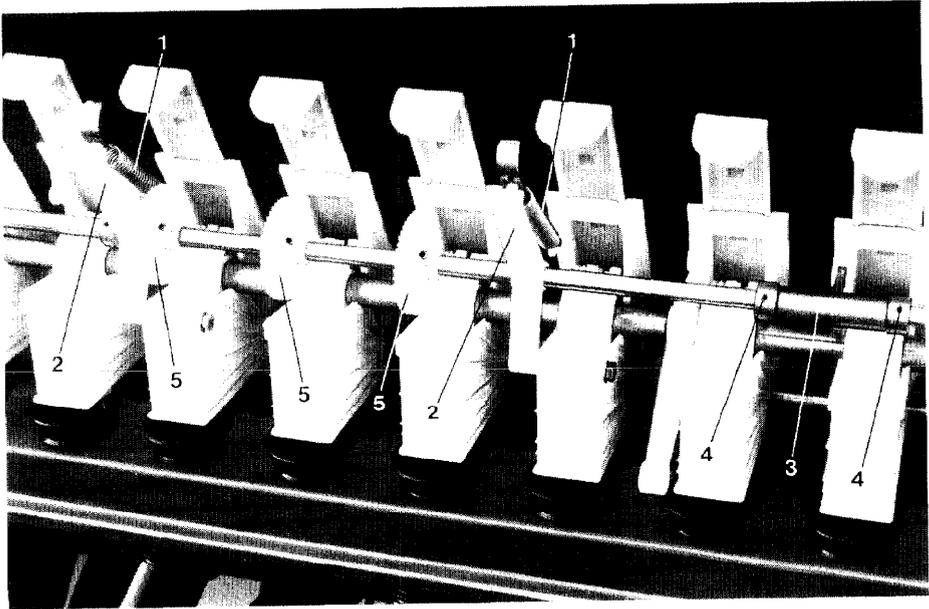
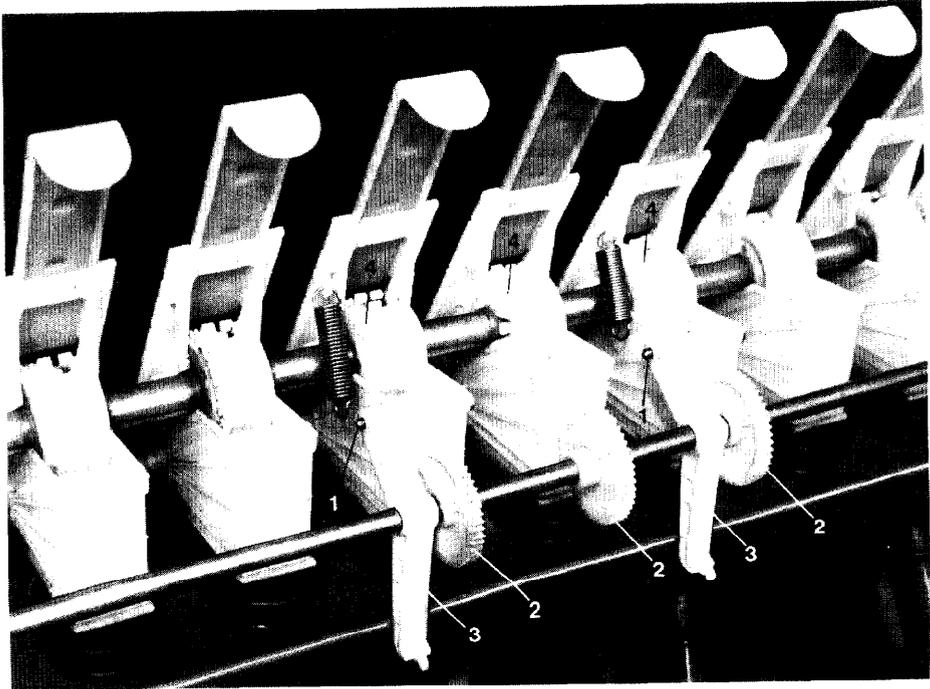
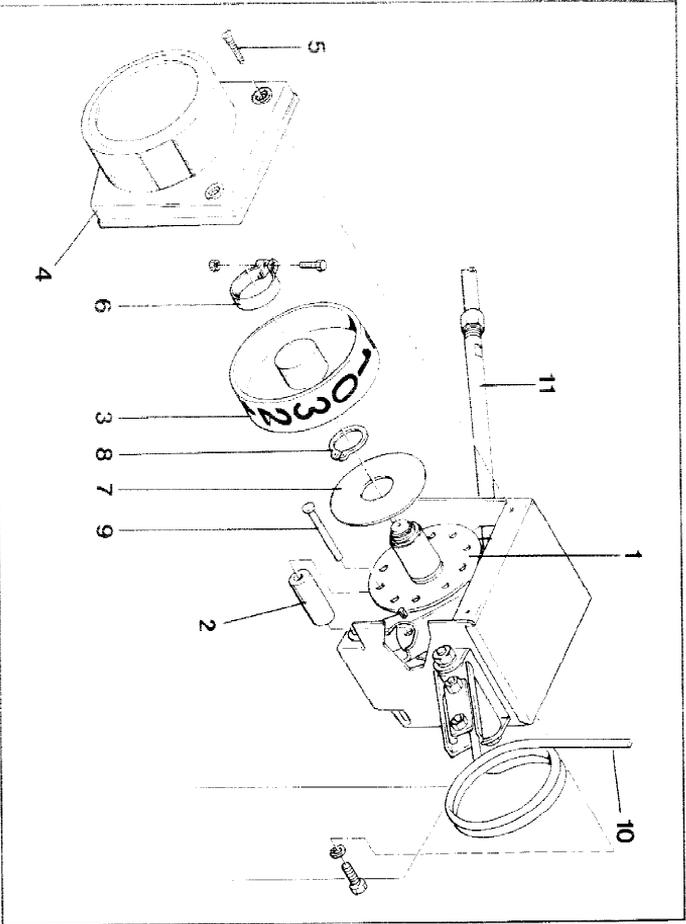

Fig.90
Fig.91
Fig. 92
- Décrocher les ressorts (fig. 90/1) entre les carters de distribution et les biellettes de maintien (fig. 90/2) puis basculer vers l'arrière l'arbre d'entraînement (fig. 91).
- Un guide tubulaire (fig. 90/3) assurant le maintien axial de l'arbre est logé dans un évidement d'un carter de distribution. En basculant l'arbre, ce support est retiré de son logement et doit être remis, après montage, dans son logement ou dans un évidement du carter de distribution voisin. Le guide tubulaire (fig. 90) est calé axialement sur l'arbre au moyen de bagues (fig. 90/4).
- Les roues distributrices entraînées par l'arbre de distribution sont fixées solidairement à l'arbre à l'aide de vis BTR, intégrées aux roues fines graines. Desserrer les vis (fig. 91/4) des bobines de distribution qui ne doivent pas semer jusqu'à ce que celles-ci tournent librement sur l'arbre de distribution.
- Desserrer les vis 6 pans (fig. 91/1) qui fixent, à droite et à gauche les biellettes de maintien auprès des carters de distribution qui avaient été précédemment sélectionnées.
- Déplacer sur l'axe d'entraînement les biellettes de maintien (fig. 91/3) et les pignons (fig. 92/2).
- Fixer à droite et à gauche les biellettes de maintien (fig. 91/3) contre les carters de distribution qui ne doivent pas semer, rabattre vers le haut l'arbre jalonneur et accrocher les ressorts (fig. 90/1) aux biellettes et aux carters.
- Engager les dents des pignons (fig. 90/5) dans celles des roues distributrices fines graines et fixer les pignons d'entraînement sur l'arbre de jalonnage.
- Rendre de nouveau les roues distributrices qui étaient précédemment débrayées solidaires de l'arbre de distribution. Visser la vis filetée (fig. 91/4) dans la roue distributrice fines graines, jusqu'à ce que la roue soit entraînée par l'arbre de distribution tout en conservant un léger jeu. Les vis filetées trop serrées occasionnent une forte tension sur les roues distributrices.
Pour passer d'un jalonnage tous les 3 passages à un jalonnage, tous les 4 passages par exemple, il faut procéder à une modification dans le boîtier programmeur (fig. 92).
Une roue programmatrice de jalonnage (fig. 92/1) commande, à l'intérieur du boîtier programmeur, l'ordre dans lequel les passages non semés doivent être réalisés.
La roue programmatrice de jalonnage (fig. 92/1) est identique pour 2, 3, 4 et 6 passages. Si on veut modifier le programme de jalonnage, il suffit de déplacer et/ou de compléter les galets de manoeuvre (fig. 92/2) sur la roue programmatrice comme indiqué en 23.6.1. Pour un programme de jalonnage à 5, 7, 8 et 9 passages, il faut, en cas de modification, remplacer la roue programmatrice en place par une roue programmatrice correspondant au jalonnage souhaité.
Pour chaque changement de programme de jalonnage, il est indispensable de remplacer aussi l'autocollant chiffré sur la roue indicatrice de sélection de jalonnage (fig. 92/3).